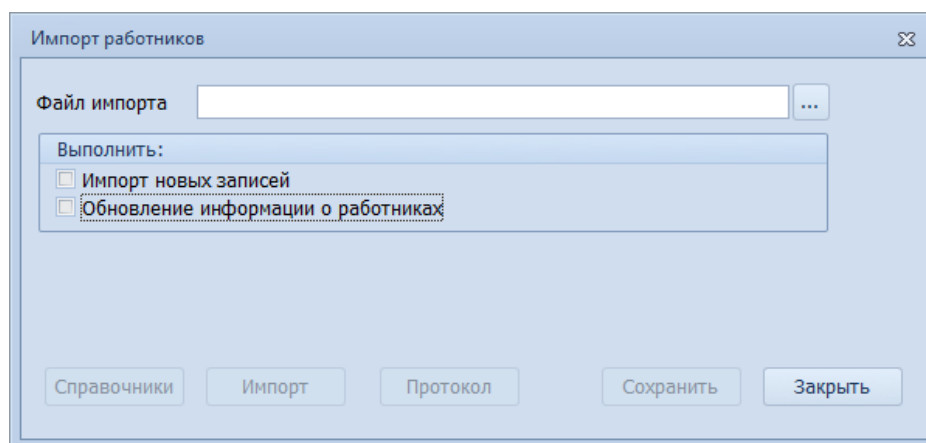

Рисунок 302. Диалоговое окно "Импорт работников"
- В результате — загрузится форма ввода параметров (рис.302).